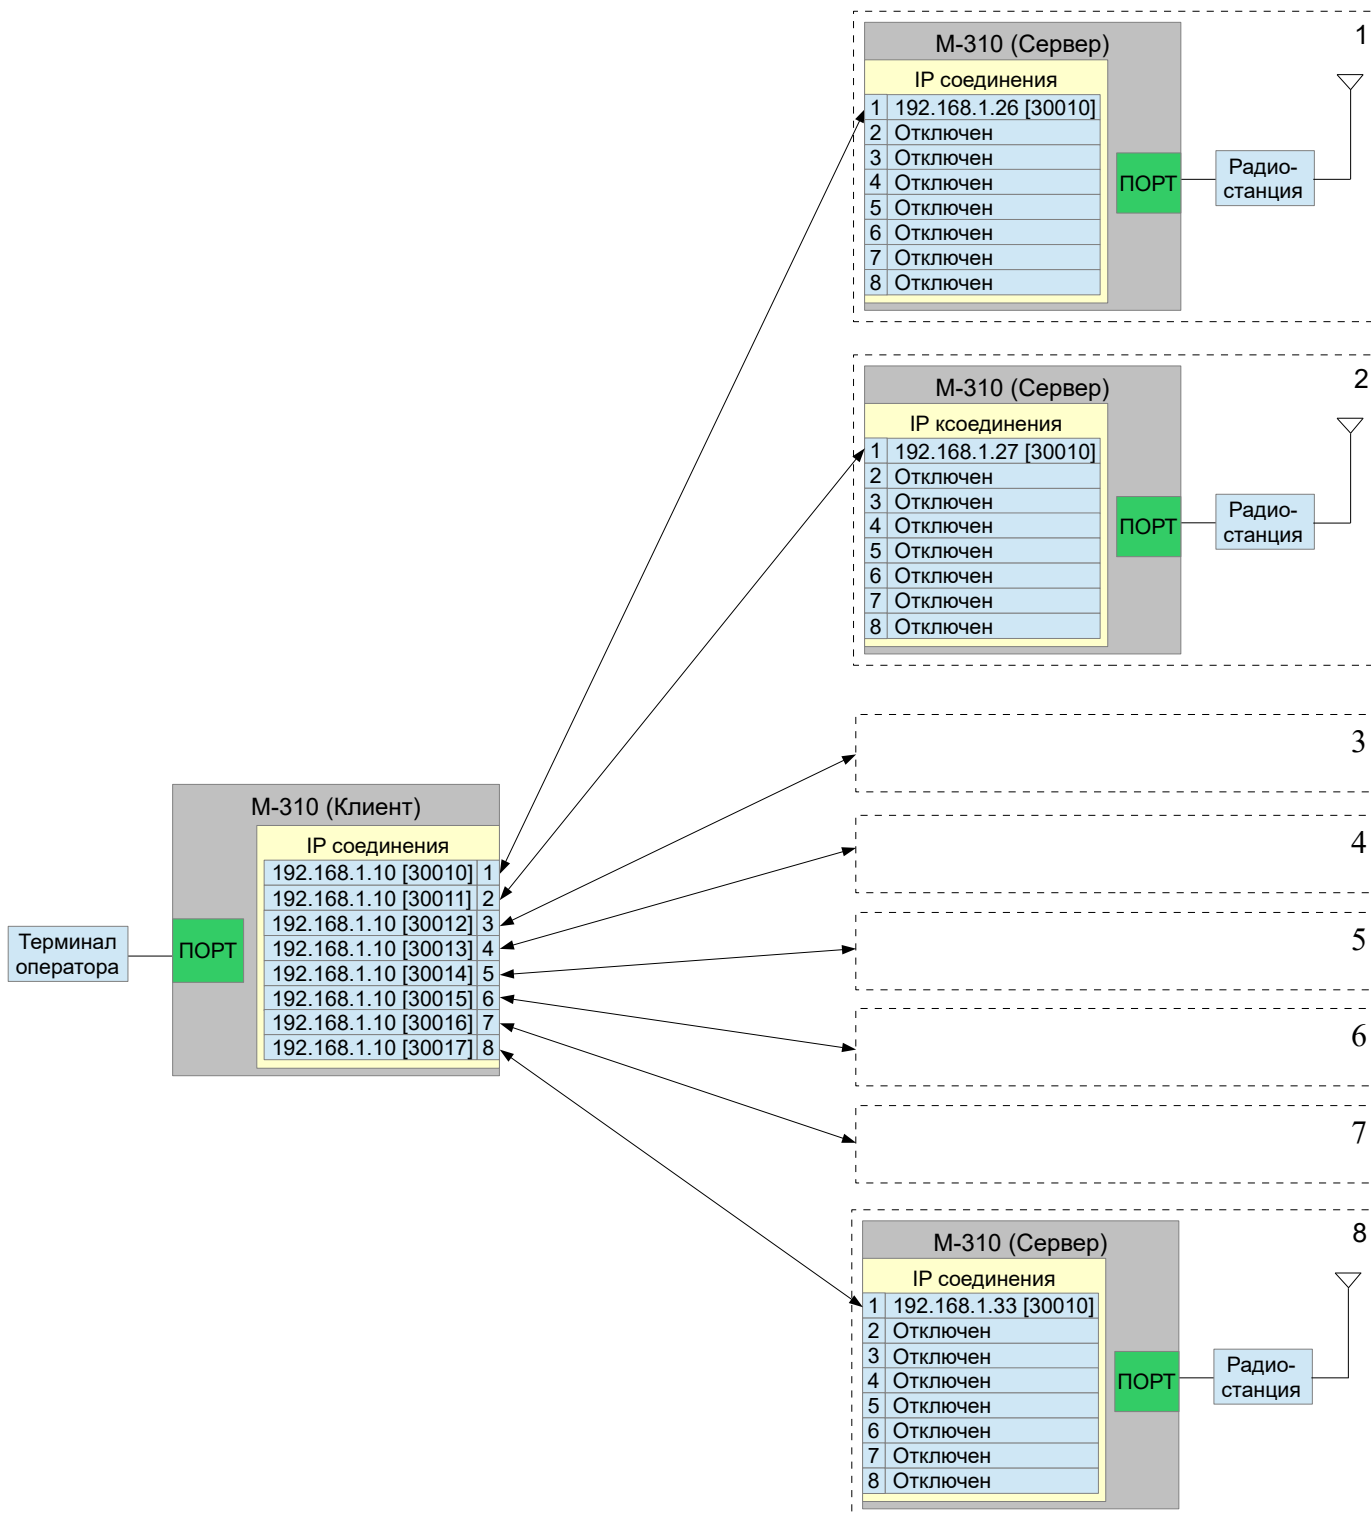
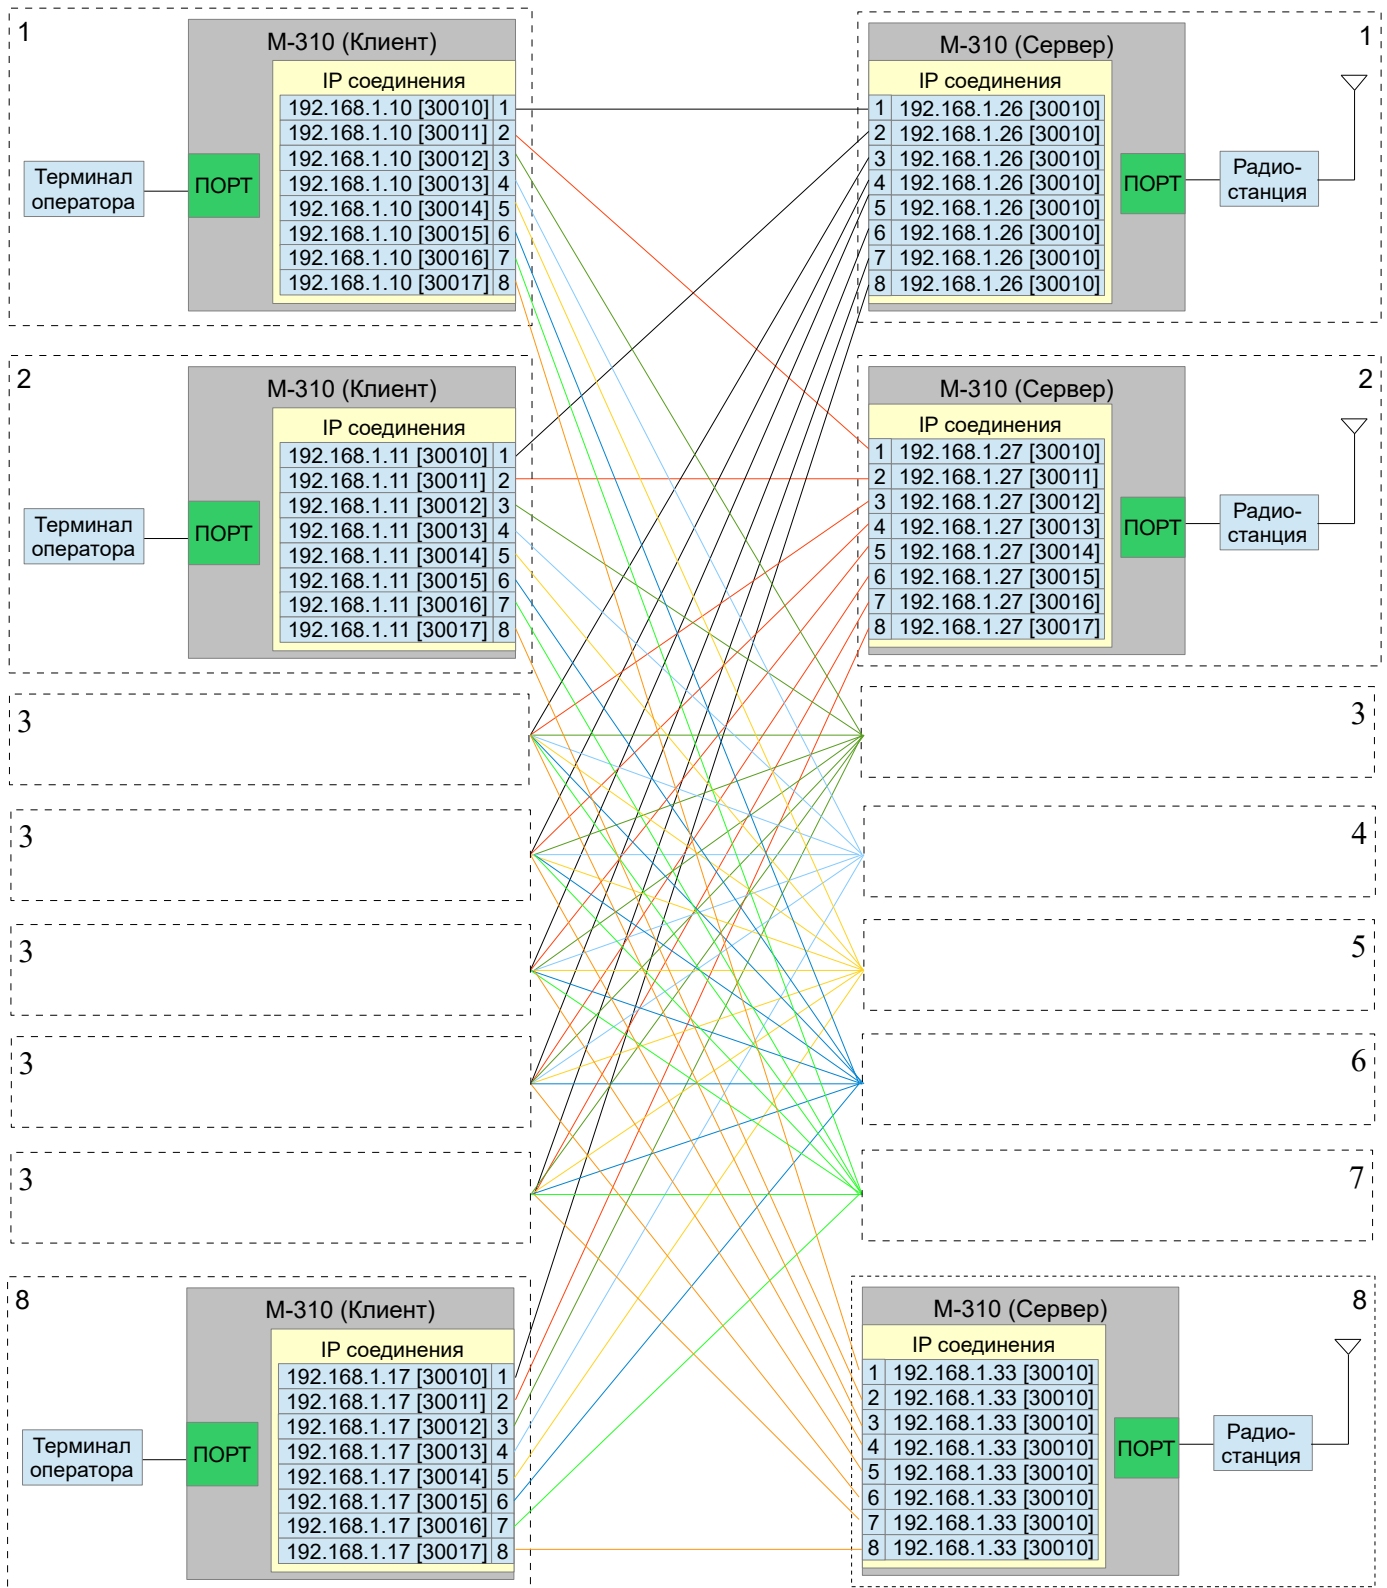

Рис. 3.6.4 Схема IP соединений для управления группой радиостанций.
Рис. 3.6.5 Схема IP соединений для работы группы операторов с группой радиостанций.
Контроллеры М-310 поддерживают одновременную работу по 8-ми IP соединениям, что позволяет оператору организовать как выборочное так и параллельное управление до восьми удалённых радиостанций. Разделение IP соединений контроллера может выполняться как по номеру порта TCP/UDP протокола так и по IP адресу присваиваемого IP соединению. На рис. 3.6.4 приведена схема IP соединений для управления одним оператором группой из 8-ми радиостанций. На рис. 3.6.5 приведена схема IP соединений для параллельной работы группы из 8-ми операторов с группой из 8-ми удалённых радиостанций.
- Динамически, в этом случае все IP соединения имеют идентичные значения IP адреса и номера портов (рис. 3.6.5, контроллер М-310 (Сервер) №1) . При данных параметрах подключение контроллеров М-310 (Клиент) выполняется на первое свободное IP соединение.
- Статически, в этом случае каждое IP соединение имеет индивидуальные значения IP адреса и/или номер порта (см рис. 3.6.5 контроллера М-310 (Сервер) №2).